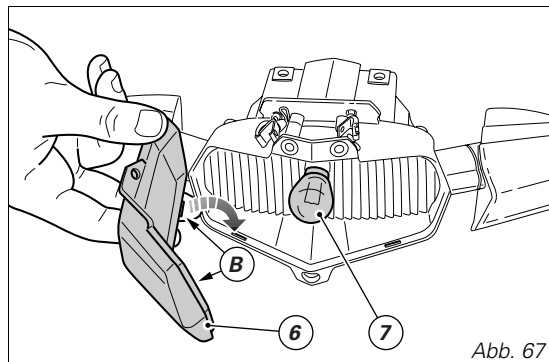

Abb. 67
Die Glühbirne (7) eindrücken und dabei gegen den Uhrzeigersinn herausdrehen, dann austauschen (Abb. 67). Bei der Montage des Transparents (6) darauf achten, die Führungzapfen (B) korrekt in ihren Sitz am Halter einzufügen.